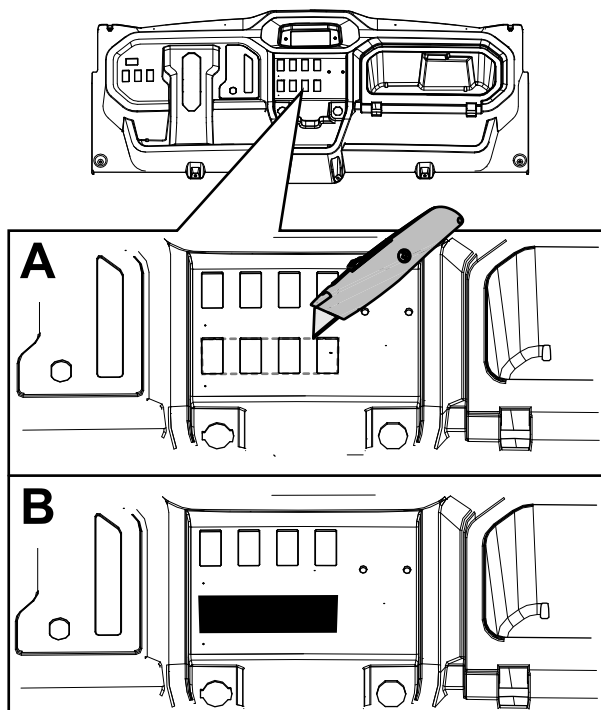

図 3
1. ダッシュボード上で、スイッチプラグ4個を外してスイッチ用打ち抜き部を切り出す 図 3